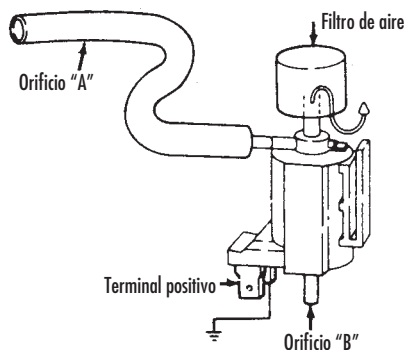

FIGURA 14: SOLENOIDE DE VACÍO TÍPICO
1) Desconecte los conectores de vacío y eléctricos del solenoide. Conecte la bomba al orificio "B" y trate de aplicar vacío con la bomba. El vacío debe romperse por el orificio "A" (FIGURA 14).